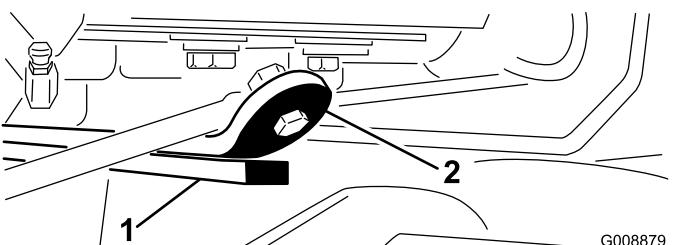

Figura 28
3. Avviate il motore, sollevate i bracci di sollevamento e verificate che il gioco tra la cinghia di usura sopra la barra di usura dell'apparato di taglio posteriore e la cinghia paracolpi sia di 0,51-2,54 mm (Figura 28).